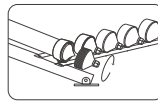

Figura 12
10) Enrosque dando vuelta a las tapas de los conos y retraiga los guardapolvos hasta que tengan contacto con el termotanque como se muestra en la **Figura 12 y Figura 13**.